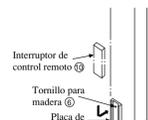

Fig. 6-1
6. Fijación del conmutador de control remoto (ver Figs. 6-1 y 6-2)